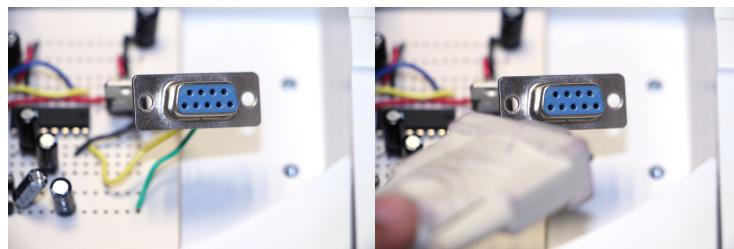

Figura 2.3: Conector DB-9 para la comunicación serial
3. Conecte un cable serial al conector DB-9 de la placa fenólica como se ilustra en la figura 2.3. Es posible utilizar un convertidor serial/usb si su PC no posee un puerto serial.